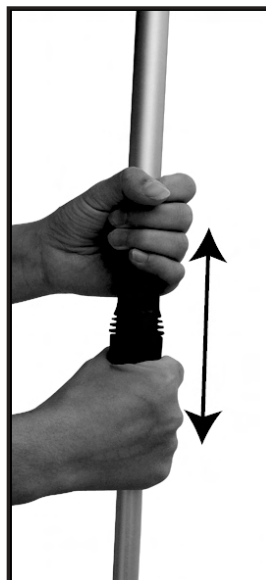

Fig. 15
- 2) Tirez le tube pour augmenter la hauteur ou enfoncez le tube pour réduire la hauteur. (Fig. 15)